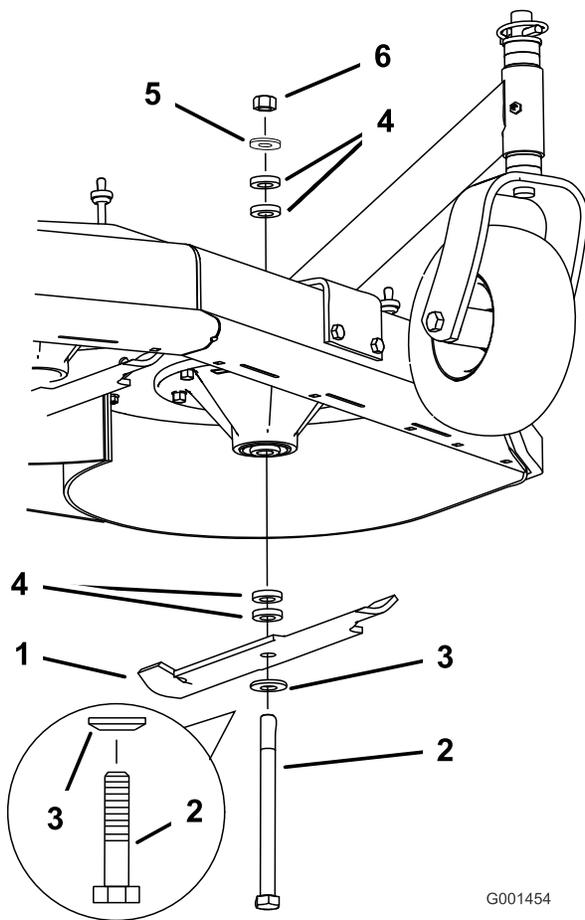

Figure 67
2. Enlevez de l'axe, l'écrou, le boulon de lame, la rondelle bombée, la lame, les entretoises et la rondelle mince (Figure 67).
1. Placez la rondelle bombée puis la lame sur le boulon. Choisissez le nombre correct d'entretoise(s) pour la hauteur de coupe, et insérez le boulon dans l'axe (Figure 67).
2. Posez la ou les dernière(s) entretoise(s) et fixez-la ou les en place avec une rondelle mince et un écrou (Figure 67).